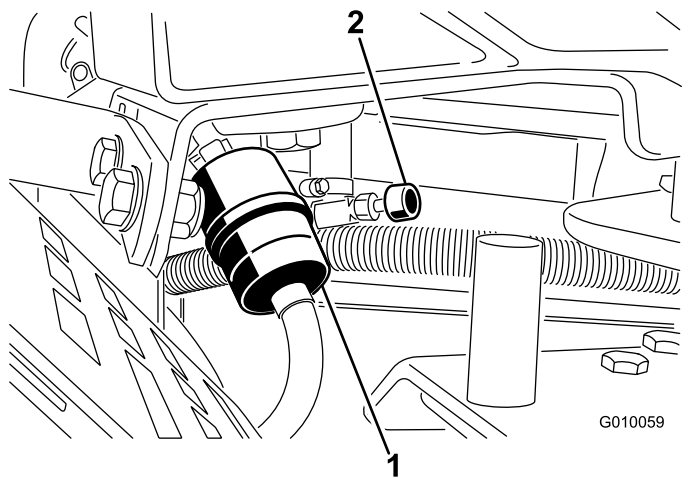

Figure 51
2. Fermez le robinet d'arrivée de carburant (Figure 51).
3. Pincez les extrémités des colliers et éloignez-les du filtre (Figure 51).
5. Posez un filtre neuf et rapprochez les colliers de fixation du filtre (Figure 51).
7. Ouvrez le robinet d'arrivée de carburant (Figure 51).
3. Desserrez le collier de serrage au niveau du filtre à carburant et éloignez-le du filtre en le poussant le long de la conduite d'alimentation (Figure 51).
4. Débranchez la conduite d'alimentation du filtre à carburant (Figure 51). Ouvrez le robinet d'arrivée de carburant et faites couler le carburant dans un bidon ou un bac de vidange.
5. Raccordez la conduite d'alimentation au filtre. Rapprochez le collier de serrage du filtre pour fixer la conduite d'alimentation (Figure 51).